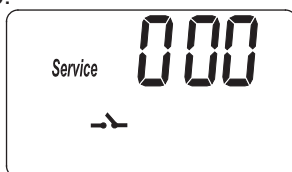
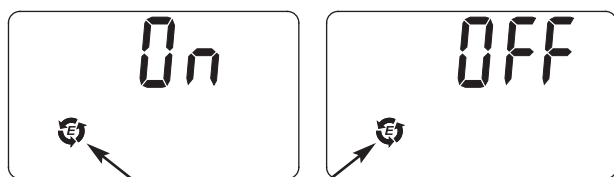
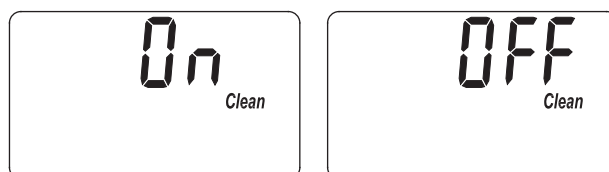
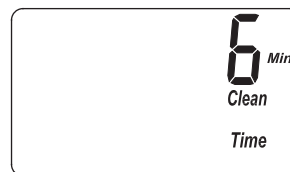

FIG. 25
FIG. 26
FIG. 27
FIG. 28
1. Mantenga oprimido el botón PROGRAM (Programar) hasta que aparezca la pantalla que se indica en la Fig. 25. Cuando ello ocurra, oprima una vez el botón PROGRAM (Programar) y aparecerá una de las dos pantallas que se indican en la Fig. 26.
1. Mantenga oprimido el botón PROGRAM (Programar) hasta que aparezca la pantalla que se indica en la Fig. 25. Cuando ello ocurra, oprima dos veces el botón PROGRAM (Programar) y aparecerá una de las dos pantallas que se indican en la Fig. 27.
1. Mantenga oprimido el botón PROGRAM (Programar) hasta que aparezca la pantalla que se indica en la Fig. 25. Cuando ello ocurra, oprima tres veces el botón PROGRAM (Programar) y aparecerá la pantalla que se indica en la Fig. 28.